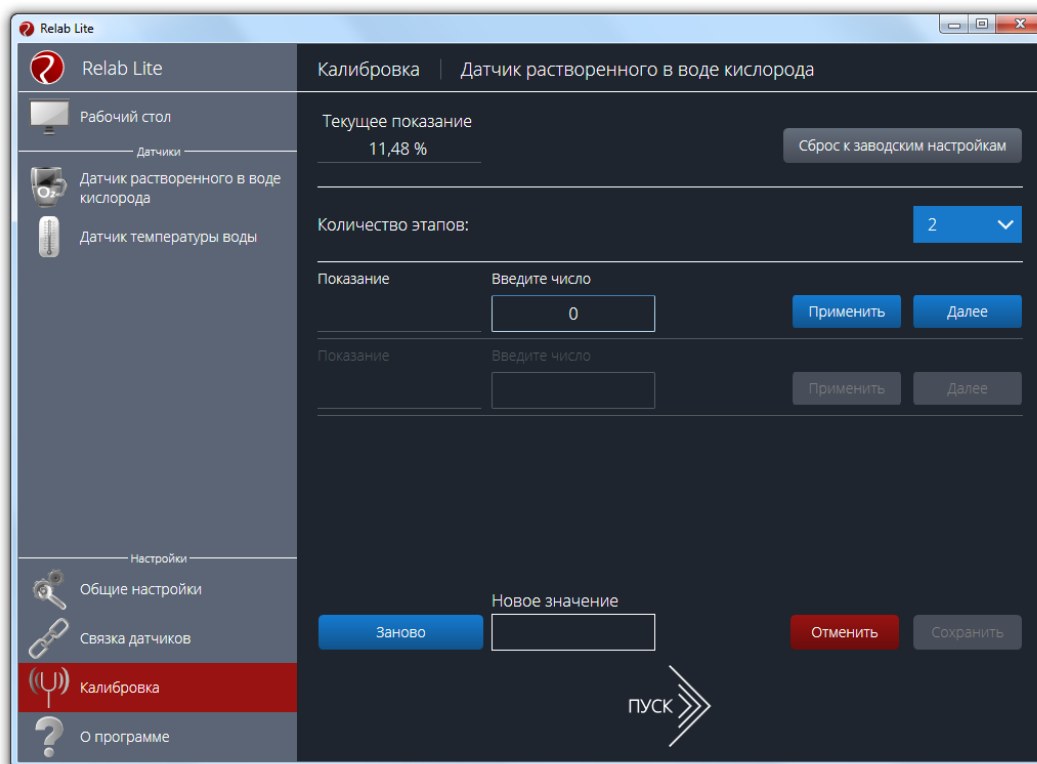

Рисунок 5 – Первый этап калибровки
- 9) В активное поле ввода «Введите число» ввести концентрацию используемого калибровочного раствора (0%). После установления показаний в поле «Показание» нажать кнопку «Применить». В случае возникновения ошибок при проведении данного этапа измерений допускается повторение действий этапа измерений с последующим нажатием кнопки «Применить». Если данный этап калибровки окончен, перейти к следующему этапу калибровки, нажав кнопку «Далее» (рис. 5).